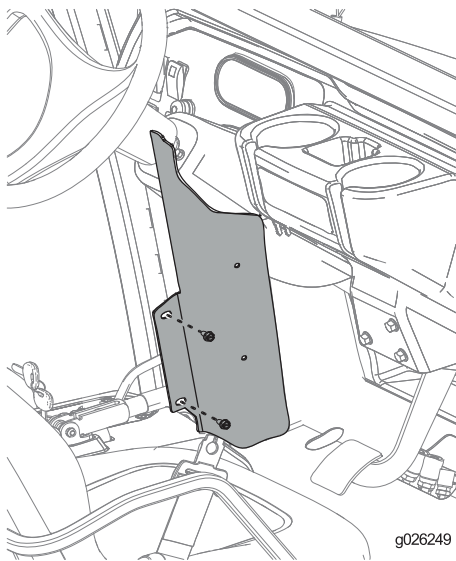

Bild 46
3. Befestigen Sie die Seitenplatte mit zwei Schrauben (1/4") an jeder Seite der Maschine, wie in Bild 46 abgebildet.